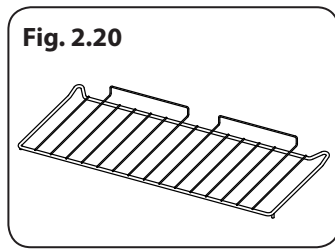

Fig. 2.20
- Deux grilles totalité du four (Fig. 2.20)